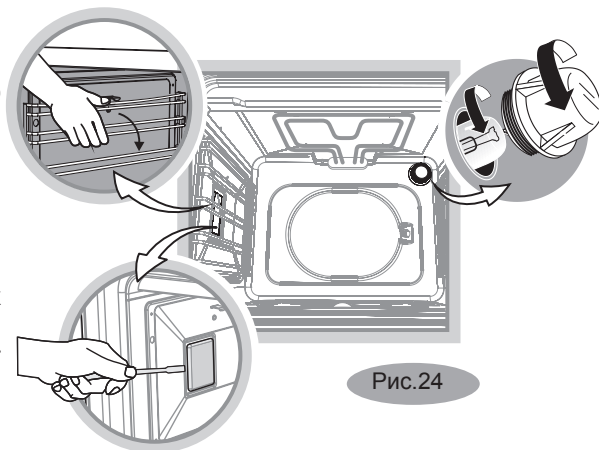

Рис.24
- Открутите стеклянный плафон (рис. 24).